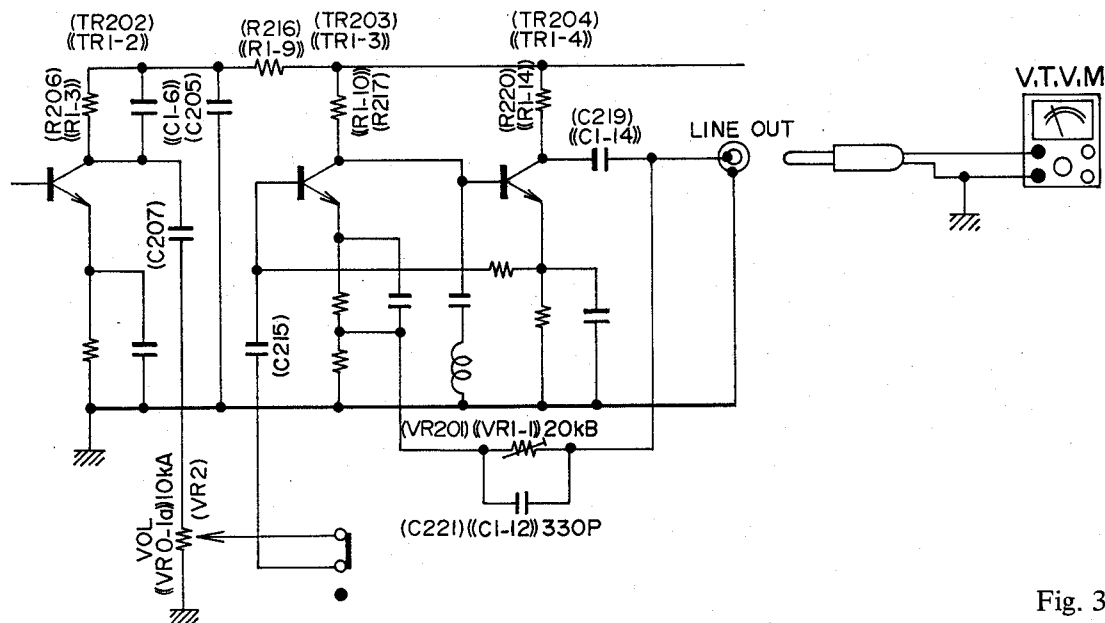

Fig. 3
#### (A) Play Back (See Fig. 3)